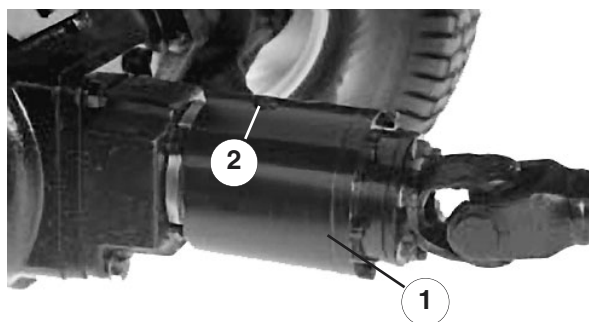

Figure 39
3. Tournez l'embrayage pour que le bouchon de contrôle soit en bas (Fig. 39).